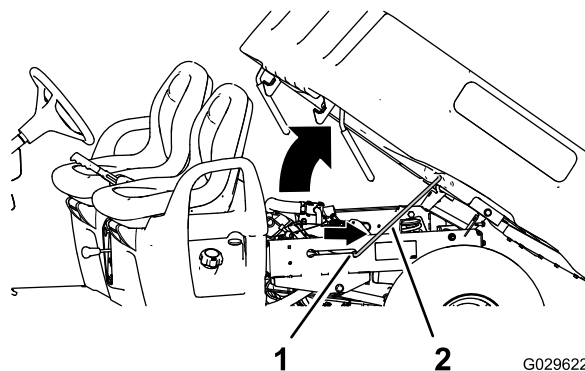

図 19
2. プロップロッドを固定スロットにはめ込んで荷台を固定する **図 19**。
2. 荷台の底部のスロットにはめ込んであった支え棒を外す図 19。
3. ラッチが確実にかかるまで荷台を降ろす図 19。